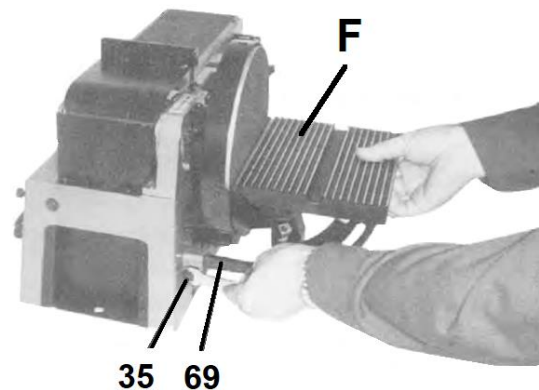

Figure 6-6: Montage de la table de travail
Mettez l'arbre (69, Fig. 6-6) dans le trou de la carcasse de la machine et fixez-le avec la vis (35).